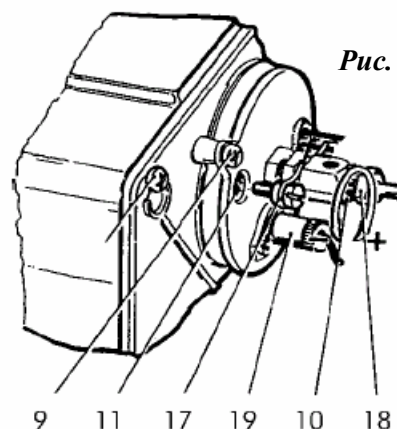

Рис. 8
- Установите горелку в исходное состояние, нажав на кнопку (20).
- Отрегулируйте пламя, меняя как поток воздуха с помощью винта (13) и соответствующей стопорной гайки (12), так и перемещая вперед или назад держатель форсунки (10). Чтобы отрегулировать положение держателя, пользуйтесь винтом (17).
- Рекомендуется перемещать держатель вперед (+) для обеспечения максимального или близкого к максимальному расхода, и передвигать его назад (-) для обеспечения минимального расхода (см. рис. 8).
**Примечание:** Если горелка не включается, проверьте, залит ли насос. Если нет, отвинтите ручную винт крепления манометра (27), а затем ввинтите его обратно, как только увидите, что в отверстии появилось топливо. При использовании OIL 4PR с устройством предварительного подогрева горелки, этап предварительного вентилирования начнется примерно через 60 секунд после подачи электропитания (необходимое время для предварительного нагрева форсунки).